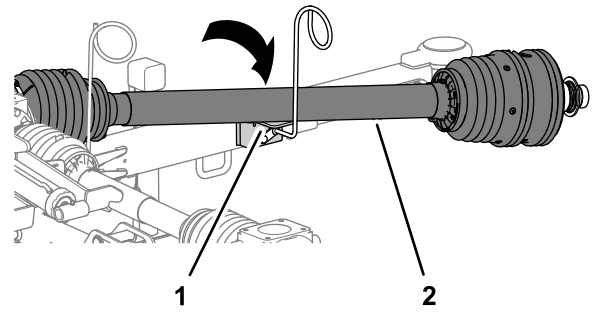

図 9
2. PTO 駆動シャフトを、ホースガイドについている駆動シャフトレストに移す 図 9。